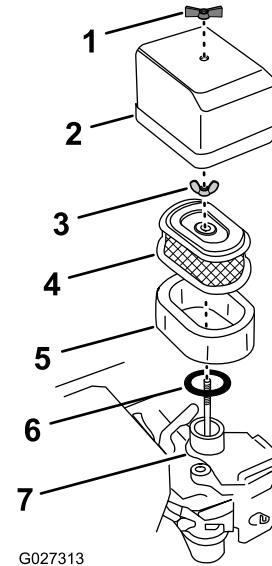

Figure 19
3. Essuyez soigneusement le couvercle du filtre à air (Figure 19).
4. Retirez l'écrou à oreilles qui fixe le couvercle du filtre à air au carburateur, et déposez le couvercle (Figure 19).
5. Sortez l'élément filtrant en mousse de l'élément filtrant en papier (Figure 19).
7. Retirez l'écrou à oreilles qui fixe l'élément en papier au carburateur (Figure 19).
4. Placez l'élément en mousse sur l'élément en papier (Figure 19).
1. Avec un chiffon humide, essuyez soigneusement les saletés présentes sur la base du carburateur et à l'intérieur du couvercle (Figure 19).
2. Vérifiez que le joint en caoutchouc est aligné et bien engagé sur la base de montage du carburateur (Figure 19).
3. Alignez l'élément filtrant en papier sur le carburateur et vérifiez que la tige de maintien du carburateur passe par la plaque supérieure du filtre (Figure 19).
4. Fixez le filtre au carburateur avec l'écrou à oreilles serré à la main (Figure 19).
5. Alignez le couvercle du filtre à air au-dessus des éléments filtrants en faisant passer la tige de maintien du carburateur par le couvercle supérieur (Figure 19).
6. Fixez le couvercle sur le moteur avec l'écrou à oreilles serré à la main (Figure 19).